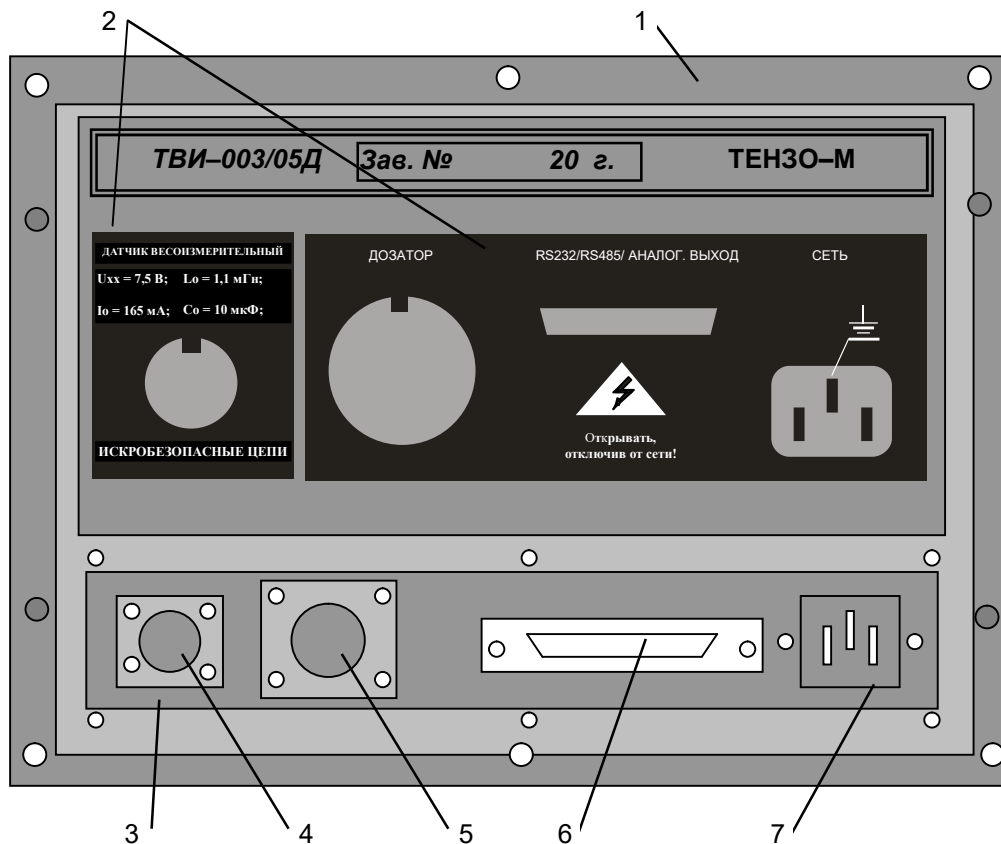

Рис. 7.3. Внешний вид Преобразователя вззди.
На Рис. 7.3 изображён внешний вид Преобразователя вззди.
8.3. Подключить кабель от грузоприёмного устройства весоизмерительной системы к разъёму для подключения датчика весоизмерительного ТВИ-003/05Д (см. Рис. 7.3, стр. 15).
8.5. Если предполагается использовать последовательные интерфейсы, аналоговый выход или дискретные входы/выходы, подключите внешние устройства весоизмерительной системы к соответствующим разъёмам (см. Рис. 7.3, стр. 15).